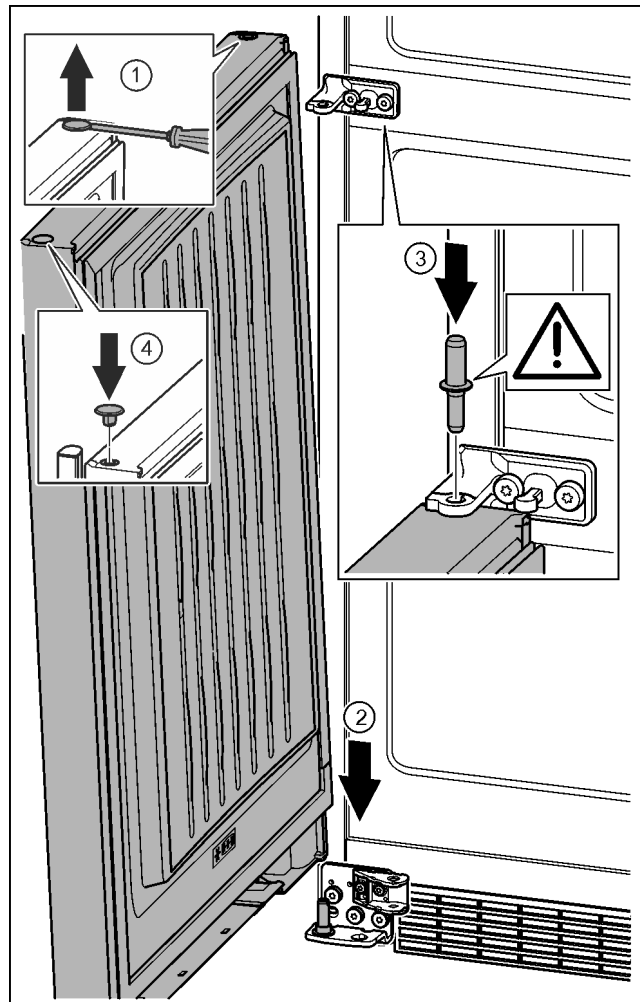

Fig. 39
- ▶ Levante cuidadosamente el tapón con un destornillador para tornillos de cabeza ranurada y extráigalo. Fig. 39 (1)
- ▶ Coloque la puerta desde arriba sobre el perno de cojinete inferior. Fig. 39 (2)
- ▶ Inserte en la puerta inferior el perno de cojinete intermedio a través del soporte de cojinete intermedio. Preste atención a que el saliente de retención esté orientado hacia detrás. Fig. 39 (3)
- ▶ Vuelva a colocar el tapón en el otro lado de la puerta. Fig. 39 (4)